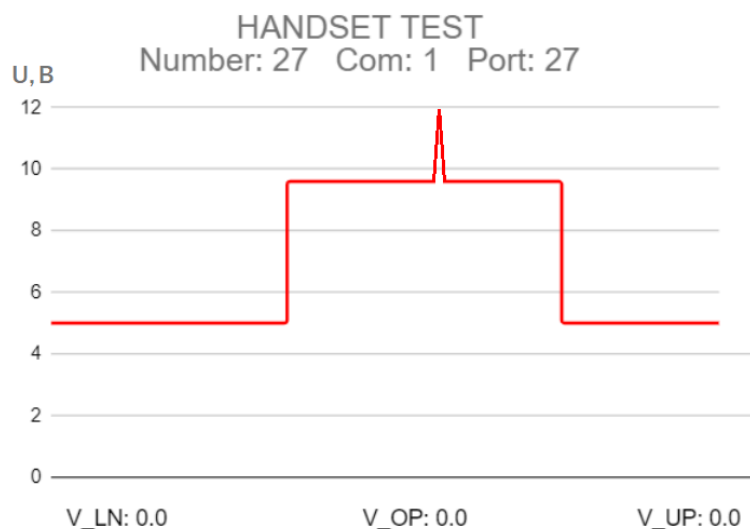

Рисунок 5. Меню «HANDSET TEST» Блока вызова
Для мониторинга целостности линии до абонентской трубки в Блоке вызова реализована проверка уровня напряжения на клеммах LINE (LN), во время его работы, на экране меню «HANDSET TEST» (Рисунок 5).